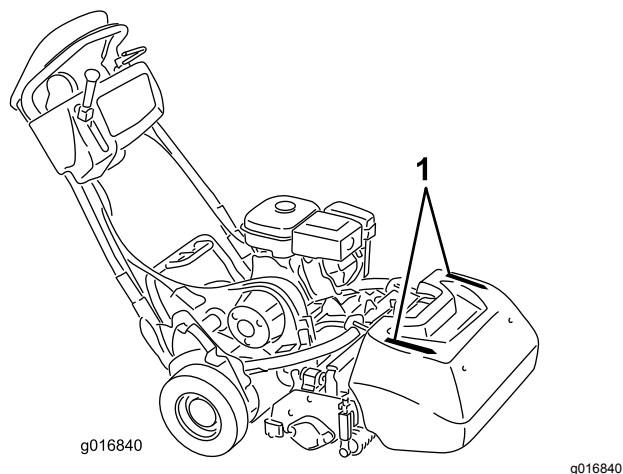

図 29
- 真っ直ぐに刈るコツの一つは、集草バスケットについている線 図 29 を目安にして、となりの刈り跡と平行に、常に一定の距離をおいて歩くことです。